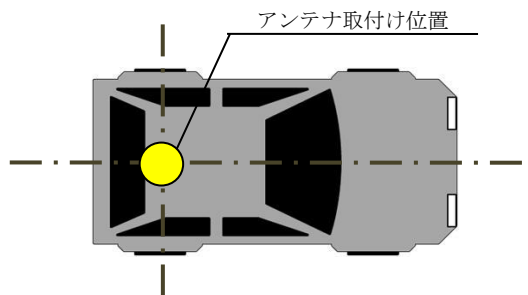

図 5.6 アンテナ設置例（車両）
- ・ 図 5.6 のように、車両に設置する場合は車両の回転中心の直上（一般車の場合は後輪軸上の中央）に設置してください。